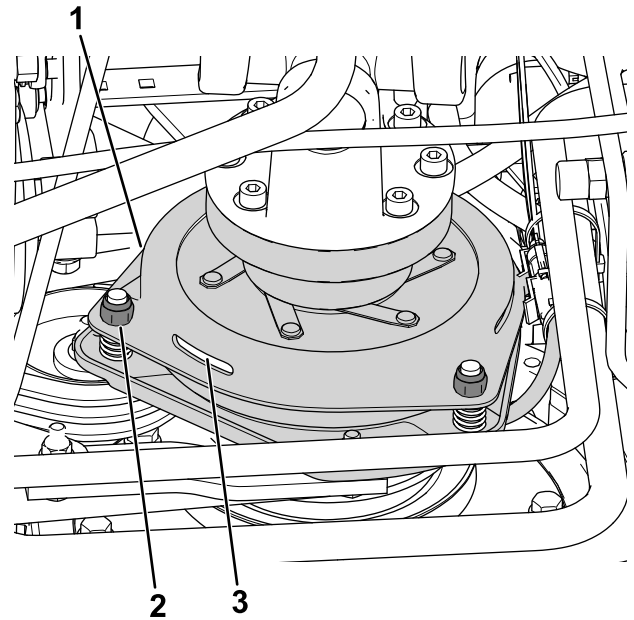

Figura 80
3. Reglați distanța astfel încât un set de lere de 0,3 mm să alunece între garnitura de ambreiaj și placa de fricțiune cu o presiune ușoară (Figura 80).
Notă: Puteți reduce distanța prin rotirea piuliilor de reglare în sensul acelor de ceasornic (Figura 80). Distanța maximă de funcționare este de 0,6 mm. Reglați toate cele 3 distanțe la 0,4 mm.